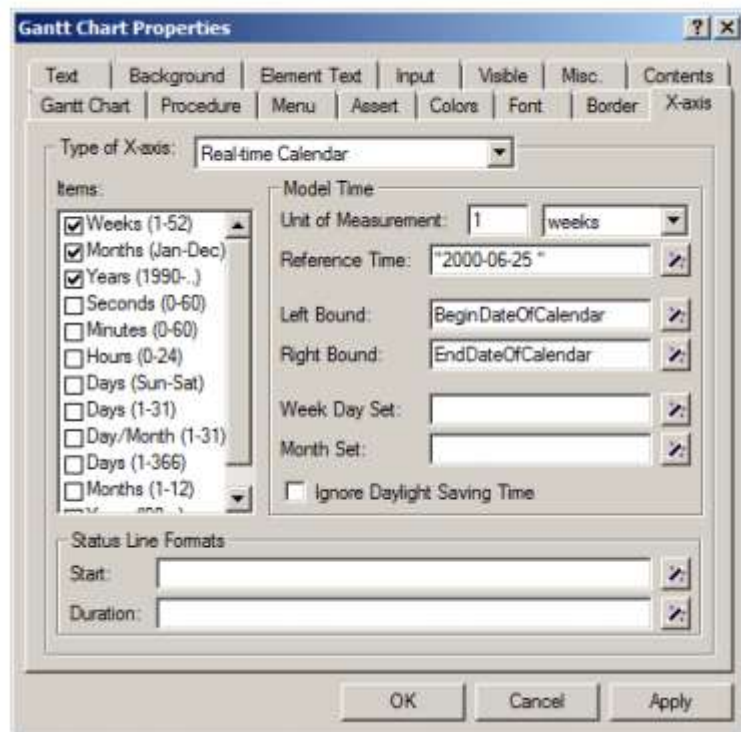

图 12.6 Gantt Chart Properties 对话框的 X-axis
- 如图 12.6 所示，选择 ‘Weeks’，‘Months’ 和 ‘Years’